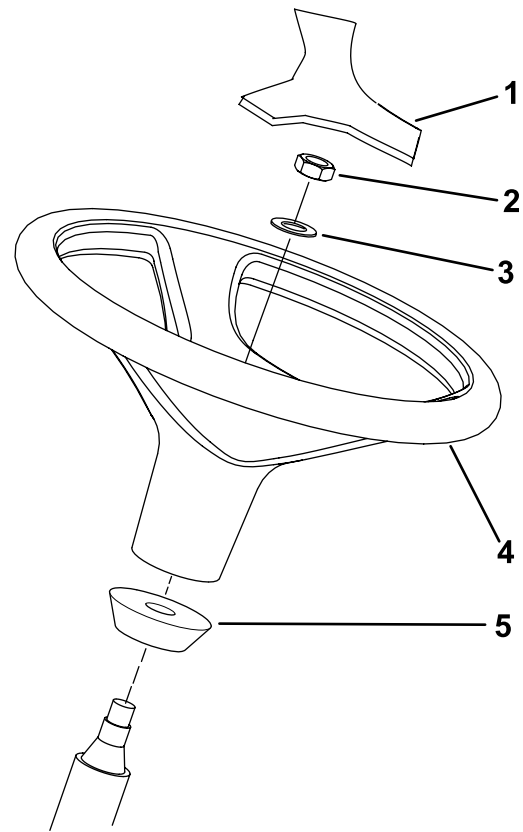

**Bild 12**
1. Nehmen Sie das Lenkrad von der Versandpalette ab (Bild 12).
- Hinweis:** Stellen Sie sicher, dass der Schaumkragen auf der Lenkwelle verbleibt (Bild 12).
3. Ziehen Sie das Lenkrad und die Scheibe auf die Lenkwelle auf (Bild 12).
5. Befestigen Sie die Abdeckung am Lenkrad (Bild 12).